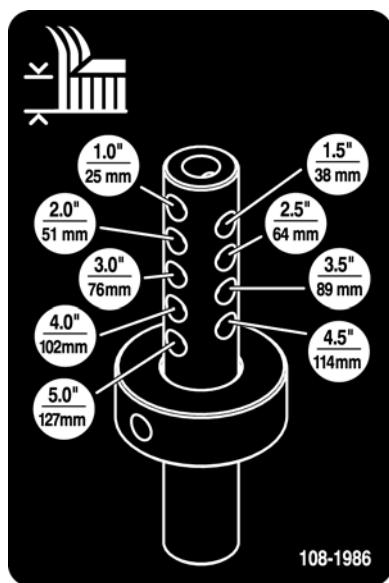

Figure 13
6. Alignez la bague de hauteur de coupe avec les trous corrects de la tige de réglage de hauteur de coupe (Fig. 13).